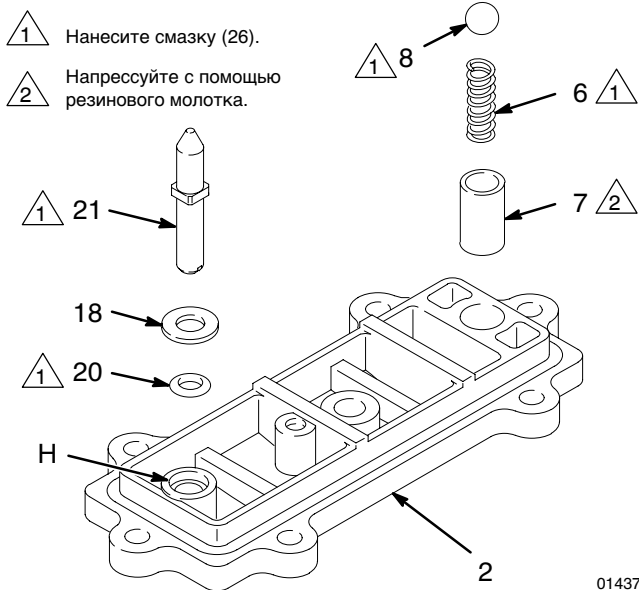

Рис. 10
1. Если фиксаторная манжета (7) была снята, то осторожно установите новую манжету в новую крышку (2) с помощью резинового молотка. См. Рис. 10.
2. Нанесите смазку на пружину (6) и вставьте ее в манжету (7). Нанесите смазку на шарик (8) и уложите его на пружину.
3. Нанесите смазку на кольцевое уплотнение (20) и вложите его в отверстие (Н) на крышке (2). См. Рис. 10. Надвиньте шайбу (18) на тупой конец возвратной оси (21). Вставляйте ось через крышку (2) до тех пор, пока она не сядет на свое место.
4. Нанесите смазку на пружину (3). Установите упор звена (4) внутрь пружины.